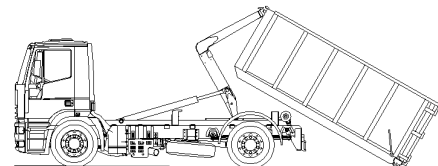
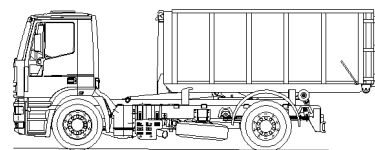

Bild Nr. 13
Bild Nr. 14
11.	In dieser Phase ist es notwendig, mit dem Lenkrad und der Betriebsbremse die gegenseitige Position des rückfahrenden Fahrzeugs und des Containers so zu korrigieren, dass die Container-Länsträgern auf die Zylinderflächen der Führungsrollen aufsetzen (Bild Nr. 13). Somit wird auch in nächster Phase der Manipulation sicheres Aufsetzen des Containers auf die Aufsetzflächen im Hilfsrahmen des Mechanismus garantiert (Bild Nr. 14). Der Hakenarm zusammen mit Absetzarm setzt in die Grundstellung im Hilfsrahmen auf.
12.	In dieser Phase ist es notwendig, mit dem Lenkrad und der Betriebsbremse die gegenseitige Position des rückfahrenden Fahrzeugs und des Containers so zu korrigieren, dass die Container-Kufen auf die Zylinderflächen der Führungsrollen aufsetzen (Bild Nr. 13). Somit wird auch in nächster Phase der Manipulation sicheres Aufsetzen des Containers auf die Aufsetzflächen im Hilfsrahmen des Mechanismus garantiert (Bild Nr. 14). Der Hakenarm zusammen mit Absetzarm setzt in die Grundstellung im Hilfsrahmen auf.